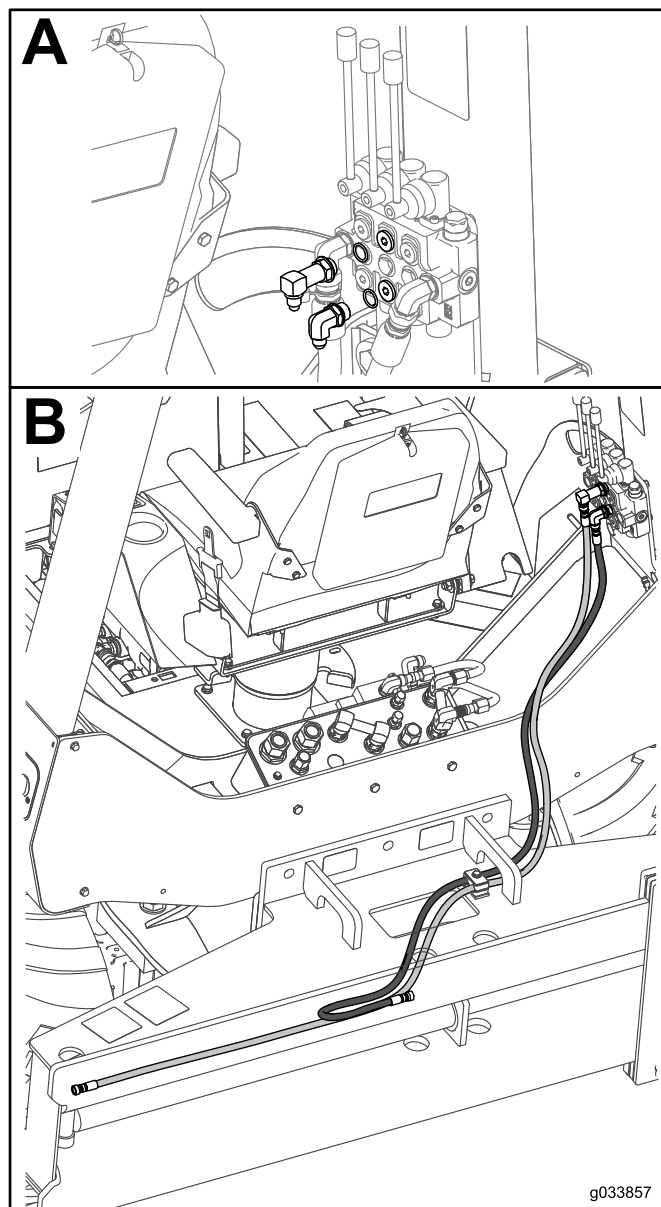

Figura 6
1. Instale a conexão maior e o anel O-ring no orifício superior central da válvula hidráulica, como mostrado na Caixa A da Figura 6.
2. Instale a conexão joelho menor e o anel O-ring no orifício inferior central da válvula hidráulica, como mostrado na Caixa A da Figura 6.
3. Instale a mangueira vinda do centro do cilindro hidráulico na conexão joelho 90 graus inferior, como mostrado na Caixa B da Figura 6.
4. Instale a mangueira vinda da extremidade do cilindro hidráulico na conexão joelho 90 graus superior, como mostrado na Caixa B da Figura 6.